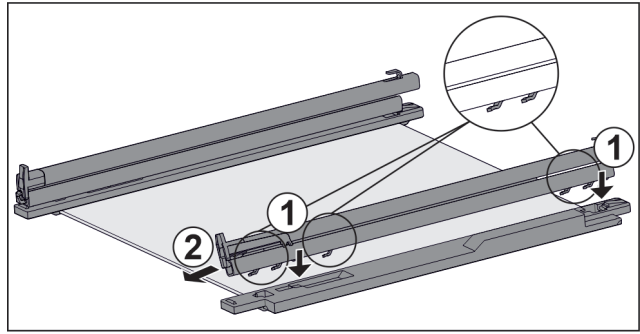

Fig. 129 Glasplatte mit Schienen und Halteteilen
- ▶ Haken der Schiene auf die Öffnungen des **linken** Halteteils setzen. Fig. 129 (1)
- ▶ Schiene nach vorne ziehen. Fig. 129 (2)
- ▶ Haken der Schiene auf die Öffnungen des **rechten** Halteteils setzen. Fig. 129 (1)